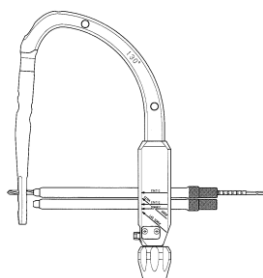

図7
- 8) ターゲットデバイスにディスタルスクリュー用ドリルスリーブを組み付けたディスタルスクリュー用スリーブを装着し、ターゲットデバイス下部のつまみを締めてからディスタルスクリュー用ドリルを通し、ネイルのディスタルスクリューホールに干渉しないで通過することをチェックします。(図7)